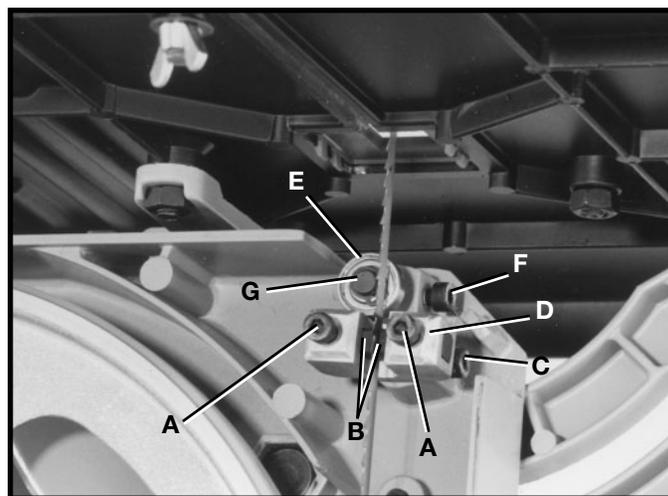

Fig. 24
2. Desserrez les deux vis (A) fig. 24, et déplacez les guides (B) aussi proche que possible des côtés de la lame, en prenant soin de ne pas la pincer. Ensuite, resserrez les deux vis (A).
3. Le bord avant des blocs-guides (B) fig. 24, doit être réglé afin qu'il se trouve situé juste derrière les «creux» des dents de la lame en desserrant la vis (C), et en déplaçant l'ensemble (D) dans un sens ou dans l'autre. Ensuite, resserrez la vis (C).
4. Le roulement d'appui inférieur de la lame (E) fig. 24, doit être réglé afin qu'il retienne la partie arrière de la lame pendant la coupe et l'empêche également d'être poussée trop loin vers l'arrière, ce qui pourrait endommager la lame. Le roulement d'appui (E) fig. 24, doit être réglé afin de se trouver à 1/32 po du bord arrière de la lame, et ce en desserrant la vis (F) fig. 24, et en déplaçant l'arbre (G) dans un sens ou dans l'autre. Ensuite, resserrez la vis (F).
5. Le roulement d'appui inférieur de la lame (E) fig. 24, doit être également réglé afin que le bord arrière de la lame se trouve à environ 1/8 po de la circonférence du roulement à billes. Le roulement (E) se trouve sur un axe excentrique. Pour changer la position du roulement (E), desserrez la vis (F) fig. 24 et de tournez l'arbre (G) fig. 24 et 25 jusqu'à ce que la lame chevauche correctement le roulement. Ensuite, resserrez la vis (F) fig. 24.